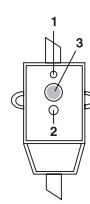

Рис. 6
| Индикация на дисплее отсутствует | Сработала защита УЗО. | Протестируйте УЗО, нажав кнопку «test». В случае, если УЗО прошло тестирование, нажмите на кнопку (3) перезапуска. В случае, если тестирование не проходит, свяжитесь со специалистами по техническому обслуживанию для осуществления ремонта (см. рис. 6). |